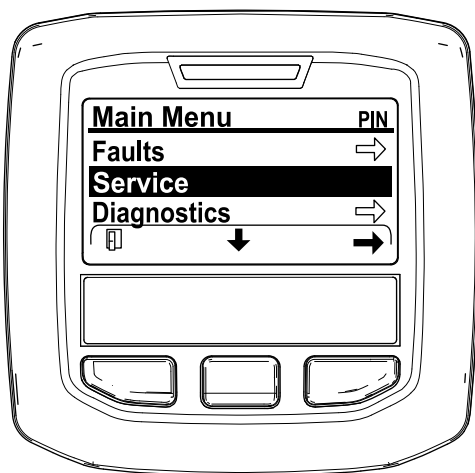

Bild 39
2. Navigieren Sie auf das HAUPTMENÜ, drücken Sie die mittlere Taste, um auf das Menü SERVICE zu navigieren; drücken Sie die rechte Taste, um die Option SERVICE auszuwählen (Bild 39).